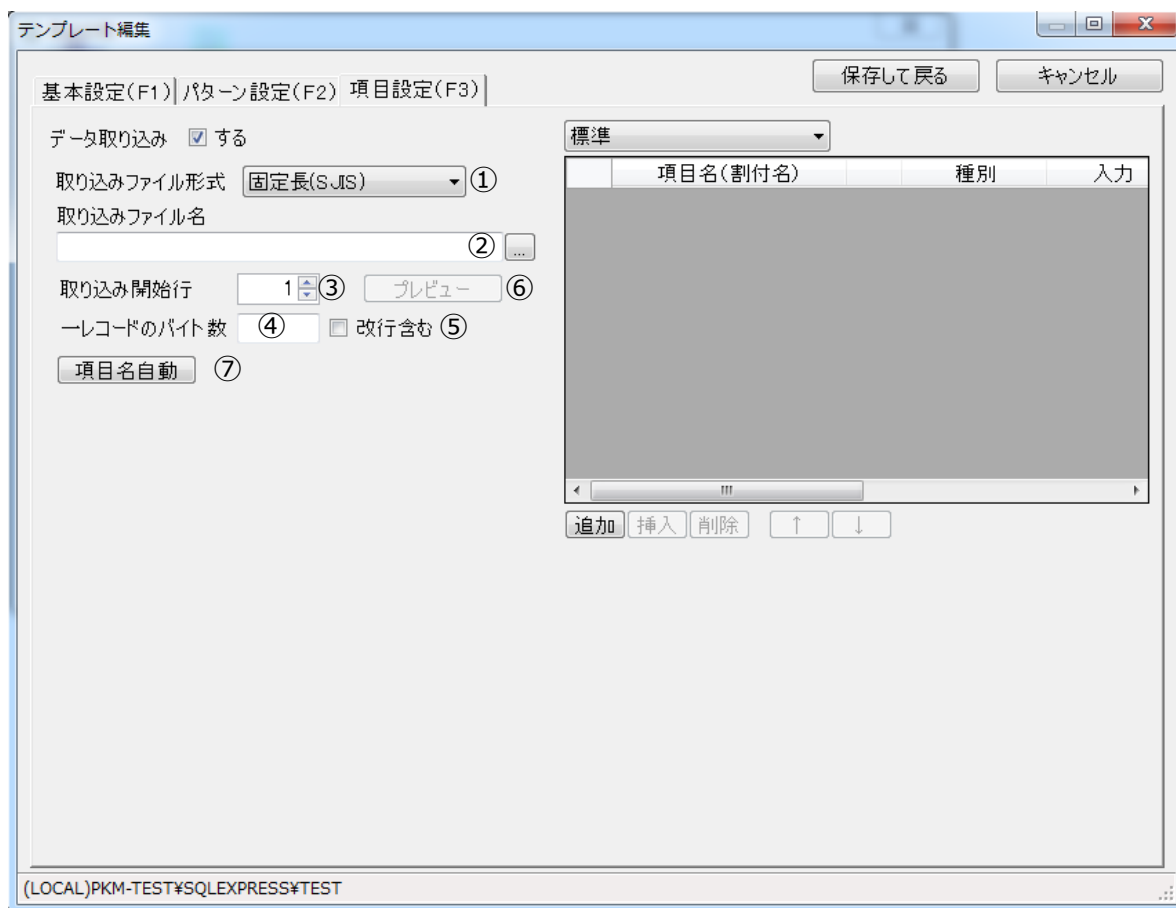
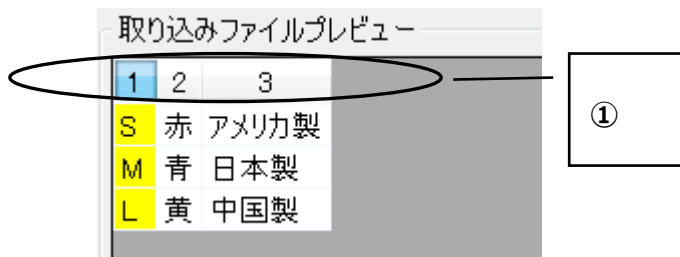

図 6
図 9
項目設定に画面を切替えましょう。(図6)
データ取り込みをクリックしてチェックを付けます。(図6 ①)
更に項目表示(図6 ⑦)が図9のようになります。
項目表示の項目名(図9 ①)の▼をクリックしてください。するとパターン設定で設定したパターンを持つ割付名が一覧で表示されます。その中から“サイズ”をクリックすると項目名の欄に“サイズ”と表示されます。